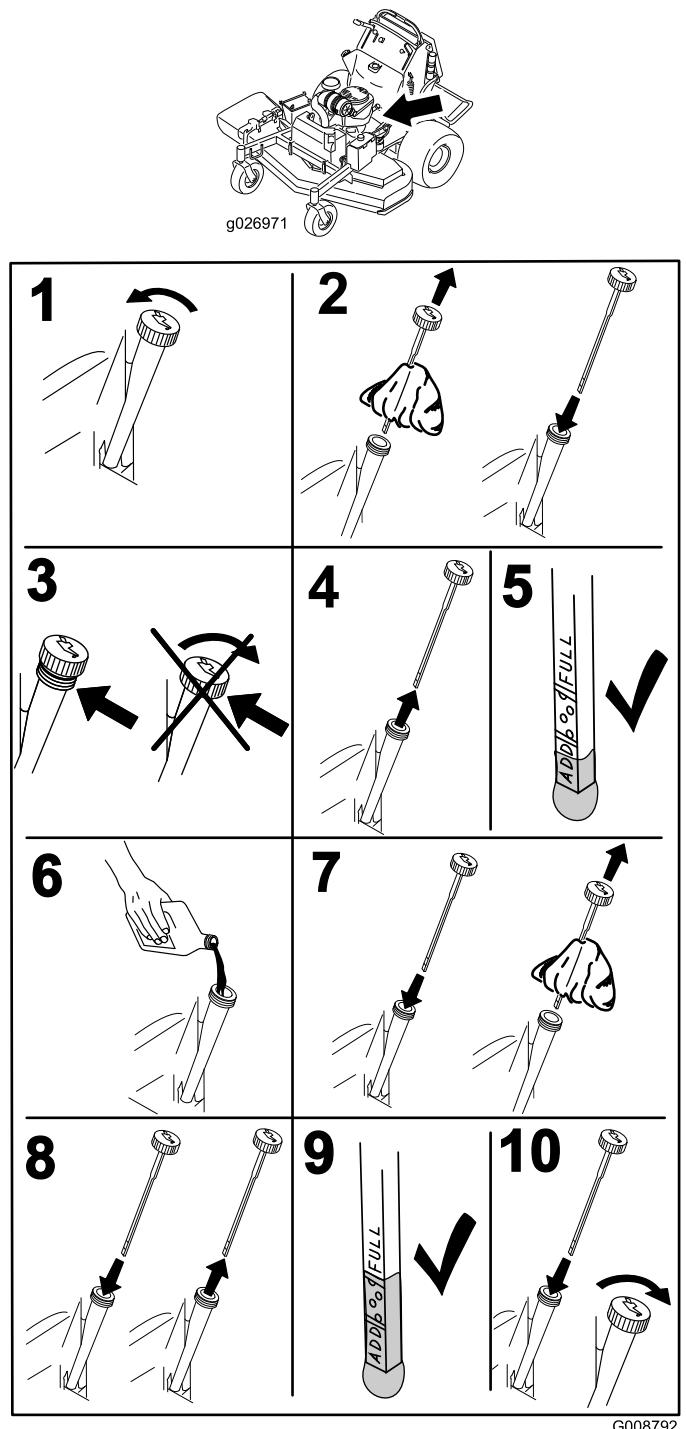

Figure 44
2. Avant de quitter la position de conduite, coupez le moteur, enlevez la clé de contact et attendez l'arrêt complet de toutes les pièces mobiles (Figure 44).
3. Contrôlez le niveau d'huile moteur, comme montré à la Figure 44.